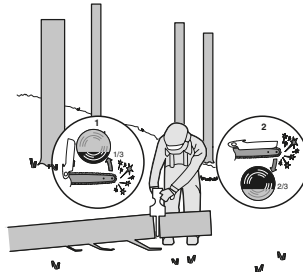

Abbildung 3
Wenn der Baumstamm gemäß Abbildung 3 an einem Ende abgestützt ist, schneiden Sie ein Drittel des Stammdurchmessers von unten ein (Rückhandschnitt) (1). Führen Sie anschließend den endgültigen Schnitt im Vorhandschnitt durch (2), um auf den ersten zu treffen.